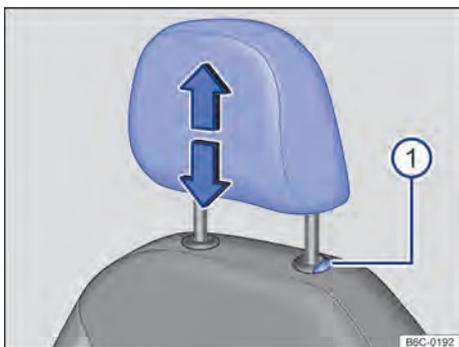
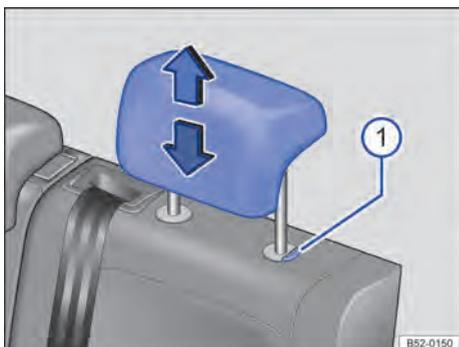

Fig. 66 Apoio para cabeça dianteiro: ajustar.
Fig. 67 Apoio para cabeça traseiros: ajustar.
- Deslocar o apoio para cabeça para cima ou para baixo na direção da seta com o botão → Fig. 66 ① ou → Fig. 67 ① pressionado → ⚠ em *Introdução ao tema* na página 83.